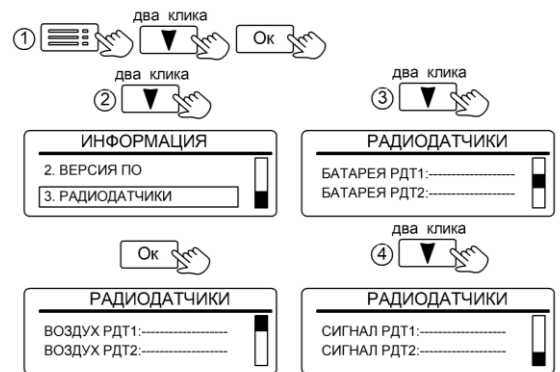

Рисунок 31. Вид вкладки «РАДИОДАТЧИКИ»
11.3.4 Окно «4.ВЕРСИЯ ПО» отображает информацию об установленной версии программного обеспечения (рис. 31).